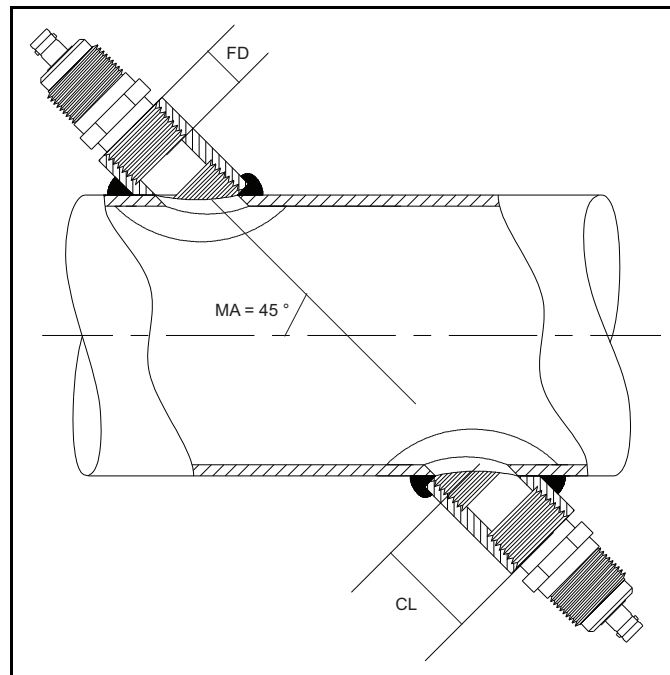

Figura 23: Determinazione della lunghezza del giunto sul tubo
- Il diametro interno del tubo (ID)
- Lo spessore delle pareti (WT)
- La lunghezza del giunto installato sul tubo (CL)
- La profondità della faccia del trasduttore (FD)
- L'angolo di montaggio (MA)
Utilizzare la *Figura 23* per misurare correttamente la lunghezza del giunto. Solitamente, la faccia del trasduttore sporge di poco all'esterno del diametro interno (ID) del tubo, oppure è leggermente retratta all'interno del giunto.